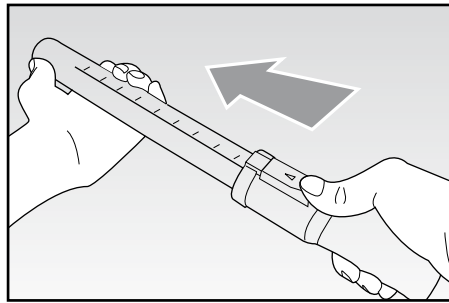

Fig. 4
Inserire il tubo prolunga sull'impugnatura e installare successivamente l'accessorio desiderato. Una volta inserito l'accessorio, è possibile estendere il tubo telescopico agendo sulla relativa leva a scatto (FIG. 4) fino alla lunghezza desiderata. Rilasciare la leva per fermarlo nella posizione desiderata.
- Spingere il dispositivo di scorrimento (N) in avanti ed estrarre la parte inferiore del tubo fino alla lunghezza desiderata (Fig. 4). Nel caso si voglia accorciare procedere in senso opposto.